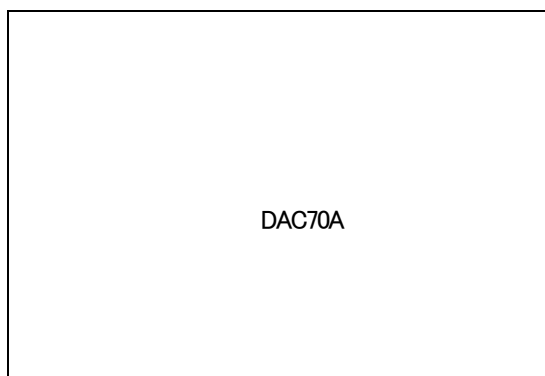

図4-7 オンスクリーンメニュー(POSITION H例)
- 1) キャラクターメニューで「POSITION H」を選択し、**ENTER**ボタンを押すと図4-7のような表示になります。